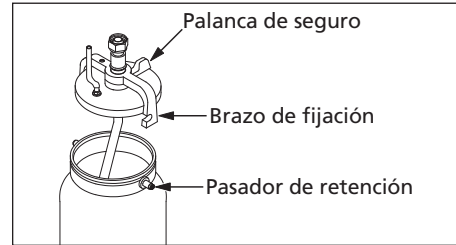

Figura 7 - Cómo fijar el depósito
- Mueva la palanca de seguro en el sentido horario a la posición de bloqueo. (Ver Figura 7).